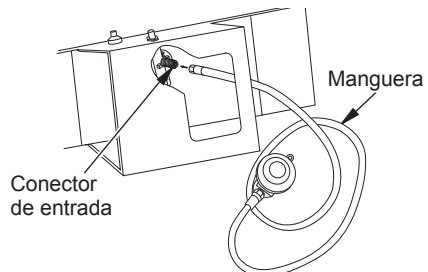

Figura 7. Manguera y conector de entrada
3. Conecte la manguera a la entrada de la válvula (consulte la figura 7). Apriete firmemente usando una llave.